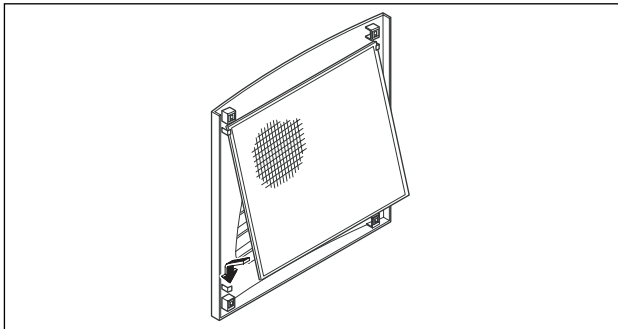

Abb. 24: Filtermatte einbauen
- Legen Sie die Filtermatte wie in Abb. 24 gezeigt in das Lamellengitter ein und drücken Sie es wieder auf das Gehäuse.